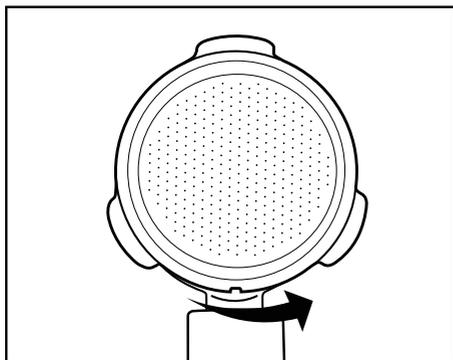

Figure 3
- Tournez ensuite légèrement le grand filtre à espresso **19** ou le petit filtre à espresso **20** de manière à ce qu'il ne puisse plus tomber. (Figure 3).